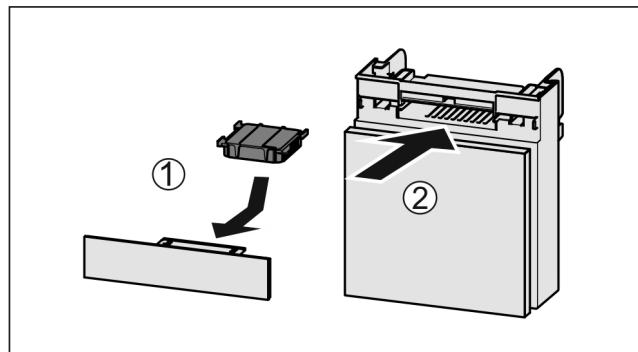

Fig. 100
- Вставити фільтр з активованого вугілля за малюнком Fig. 100 (1).
- Вставити відділення Fig. 100 (2).